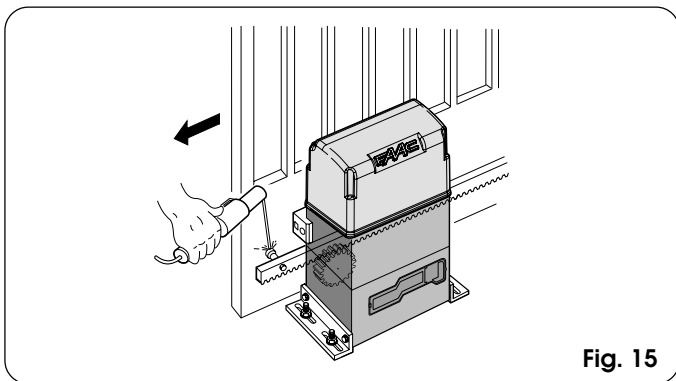

Fig. 15
- 3) Appoggiare sul pignone il primo pezzo di cremagliera a livello e saldare il nottolino filettato sul cancello come indicato in Fig.15.